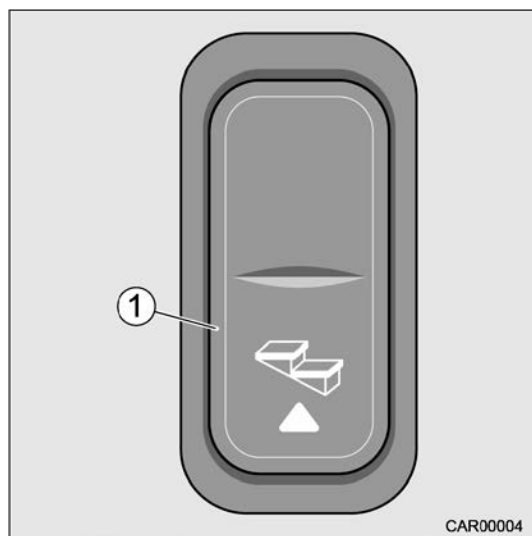

Fig. 9 Interrupteur en cabine
- Un signal sonore est audible et le marche-pied peut être rentré en appuyant sur l'interrupteur « Rentrer marche-pied » (Fig. 9/1).
- L'interrupteur (Fig. 9/1) se trouve sur le tableau de bord au niveau du volant.
1. Appuyer sur l'interrupteur à bascule (Fig. 9/1) et le marche-pied rentre complètement.